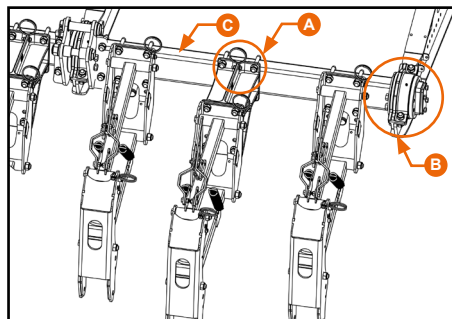

Figura 42
Todas as linhas de sementes devem ser retiradas, afrouxando as abraçadeiras (A) das linhas de plantio. Em seguida, retire os mancais (B) que fixam o tubo porta ferramenta (C), substitua o tubo porta ferramenta pelo tubo adequado ao novo espaçamento e em seguida reposicione novamente as linhas (Figura 42).